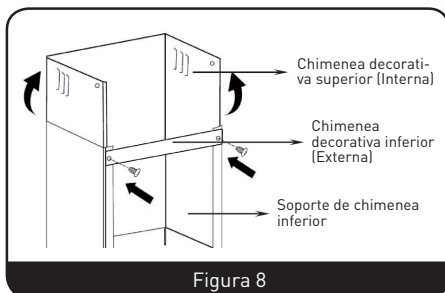

Figura 8
5. El soporte de chimenea inferior sirve para fijar en su sitio la chimenea decorativa inferior. Utilizando 2 tornillos de 4 x 8 mm, fije el soporte de chimenea decorativa a la chimenea decorativa inferior. Antes de fijar el soporte la chimenea, decida la ubicación de los orificios de fijación del soporte y, a continuación, fíjelo a la pared utilizando 2 espiches y 2 tornillos ST4 x 30 mm. No apriete los tornillos en exceso y asegúrese de que la chimenea decorativa superior pueda desplazarse libremente a fin de poder ajustar su altura una vez instalada. (Figura 8)